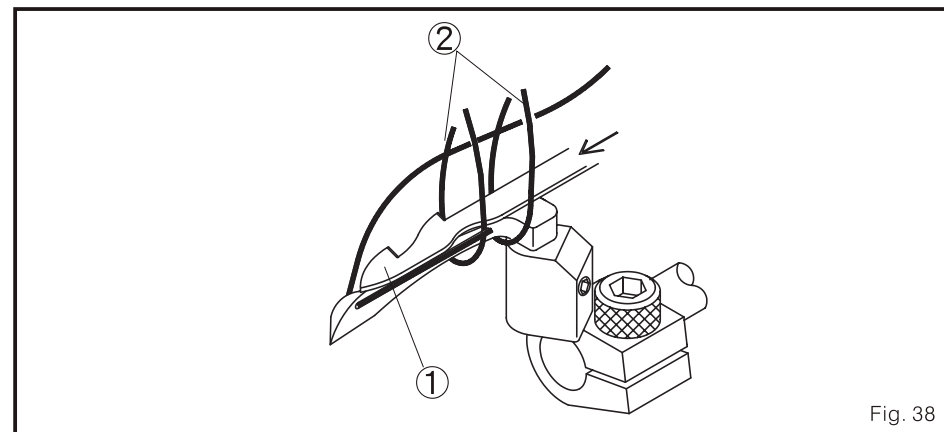

Fig. 38
1. Quando o refilador inferior 1 movimento de direita para esquerda. Isto tem que passar pelos anéis dos fios da agulha (Fig. 38)